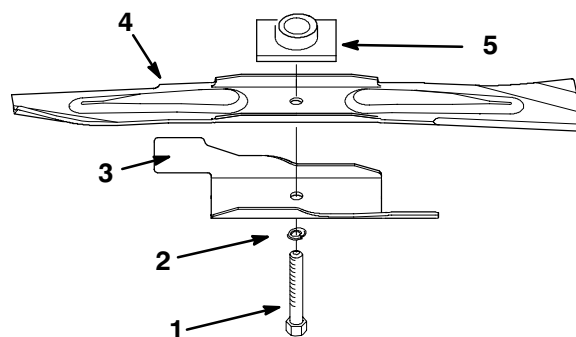

Figure 22
2. Déposer le boulon de lame, la rondelle-frein, l'accélérateur de lame et la lame (Fig. 22).
1. Mettre la lame en place sur l'axe et le porte-lame. Les extrémités incurvées (ailerons) doivent être tournées vers le carter de tondeuse, et le porte-lame doit se loger dans le creux de la lame (Fig. 22).
2. Monter l'accélérateur de lame, la rondelle-frein et le boulon de lame (Fig. 22).